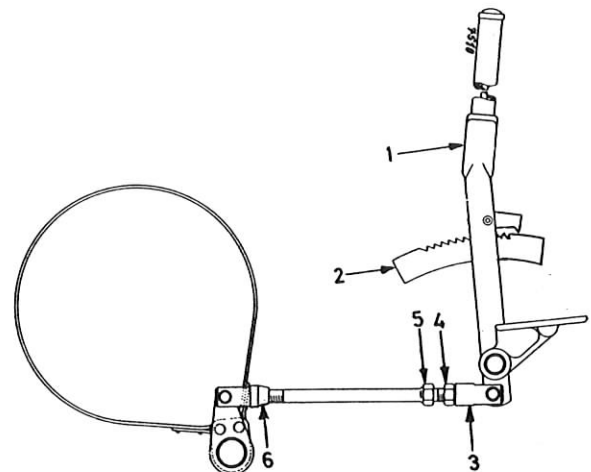

Bild 70
Wenn sich der Handbremshebel zu weit nach hinten ziehen läßt, muß die Bremse nachgestellt werden. Hierzu den Handbremshebel (1) Bild 70, ganz nach vorn drücken. Die Kontermutter (4) lösen, die Einstellstange (5) etwa zwei Umdrehungen in die Einstellgabeln (3) und (6) einschrauben und kontrollieren, ob Abhilfe geschaffen wurde.